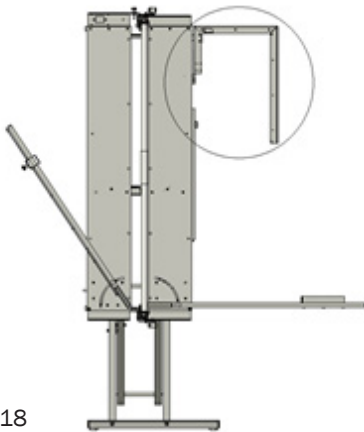

Fig. 18
Si vous n'avez plus besoin de l'EKS, placez-la en position d'arrêt (Fig. 18). Débranchez auparavant la fiche de l'EKS de la prise. Pour ce faire, insérez la découpeuse d'angle dans le logement prévu à cet effet, à l'arrière de l'appareil (Fig. 2, pos. 22).